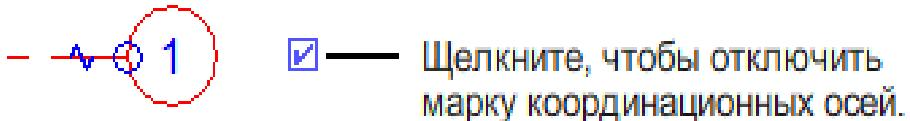

Рисунок 3.32. Флажок для включения/отключения видимости оси
3. Revit отобразит флагок рядом с маркой оси (рисунок 3.32). Чтобы увидеть его, возможно, придется увеличить масштаб изображения.